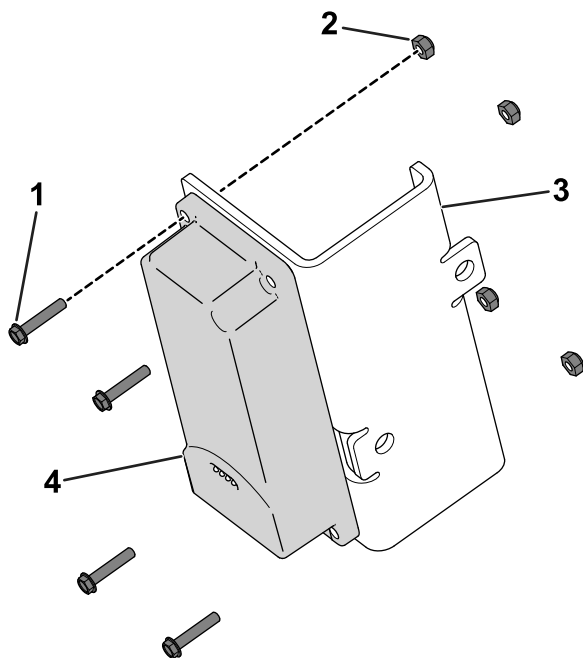

Figure 6
1. Avec 4 boulons à tête hexagonale (n° 10 x 1") et 4 contre-écrous n° 10), fixez le dispositif télématique sur son support (Figure 6).